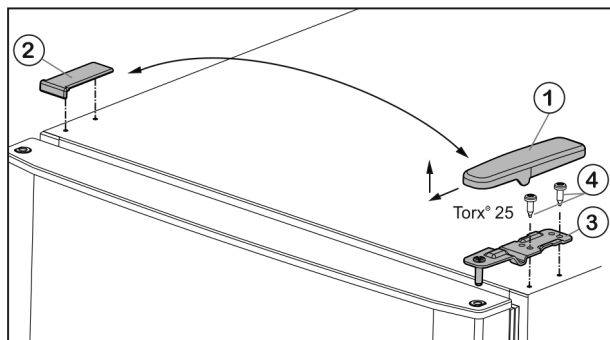

Fig. 5
- ▶ Rimuovere la copertura Fig. 5 (1) tirandola in avanti e in alto.
- ▶ Sollevare la copertura Fig. 5 (2).
- ▶ Svitare il cuscinetto di supporto superiore Fig. 5 (3) 2 giri con chiave Torx® 25) Fig. 5 (4) e sfilarlo verso l'alto.
- Inserire il cuscinetto di supporto superiore Fig. 5 (3) nella porta, sul lato della nuova cerniera.
- Avvitare il cuscinetto di supporto superiore **saldamente (con una coppia di 4 Nm)** (2 giri con chiave Torx® 25) Fig. 5 (4). Eventualmente utilizzare un avvitatore a batteria.
- Applicare e innestare dall'esterno la copertura Fig. 5 (1) sul lato opposto.
- Applicare e innestare dall'alto la copertura Fig. 5 (2) sul lato opposto.